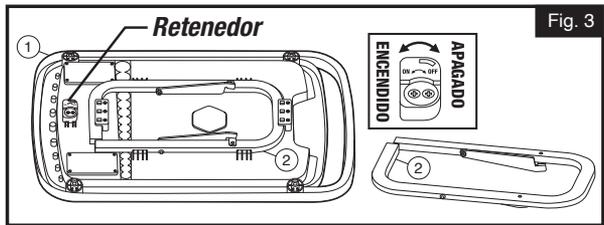

Fig. 3
5. Retirez le cadre du plateau à outils (2) de la face inférieure du plateau à outils (1) en tournant le dispositif de retenue vers la position « MARCHE » et en faisant glisser le cadre du plateau à outils. (Fig. 3)
5. Retire el marco de la bandeja de herramientas (2) de la parte inferior de la bandeja de herramientas (1) girando el retén hacia la posición "ENCENDIDO" y deslizando el marco de la bandeja de herramientas hacia fuera. (Fig. 3)